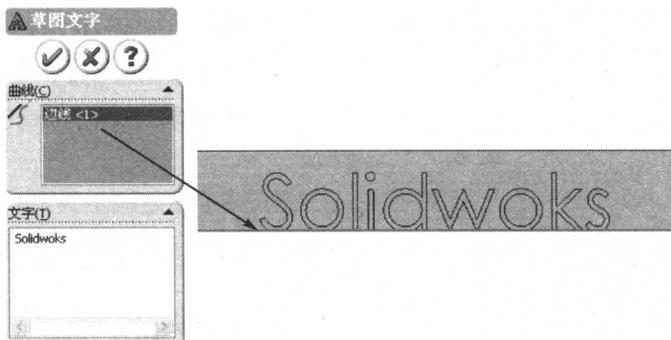

图 1-23 草图文字
② 在图形区域中需添加点处单击,若【点】按钮保持激活,可继续插入点。
(11) 绘制文字
① 在【草图绘制】工具栏中单击【文字】按钮  或选择【工具】|【草图绘制实体】|【文字】。
② 在图形区域中选择一边线、曲线、草图线段,则所选对象会在【草图文字】的 Property-Manager 文本框中出现,在【文字】文本框中键入要显示的文字,键入时文字将同时显示在所选项边线(1)上,如图 1-23 所示。完成后单击【确定】按钮 。